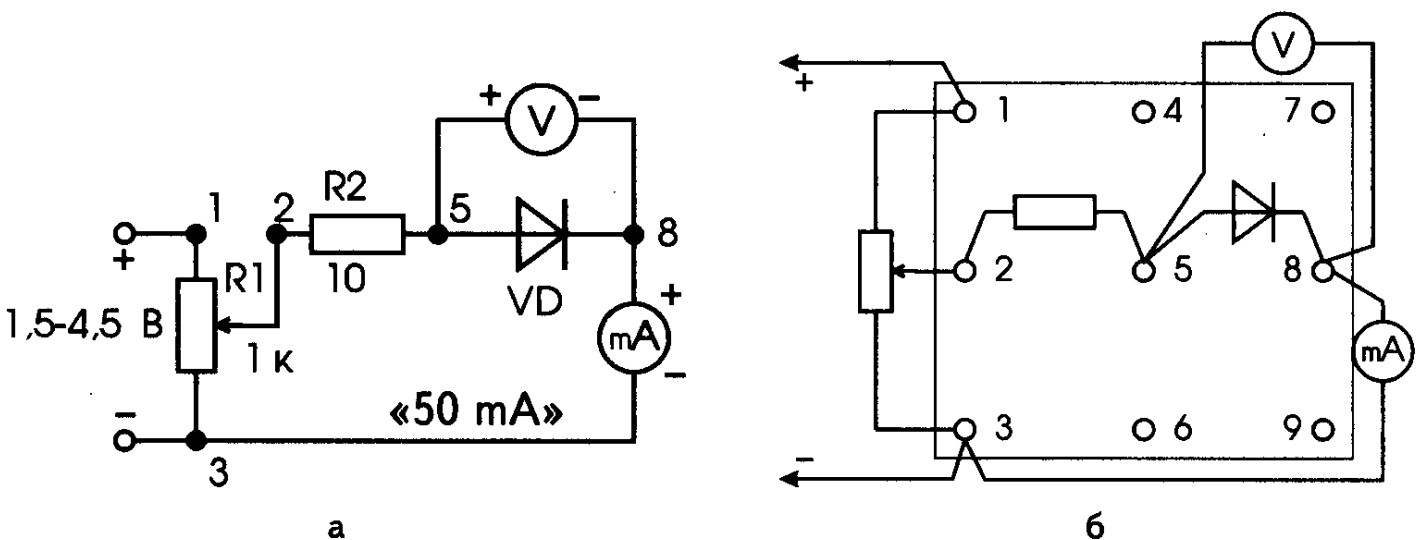
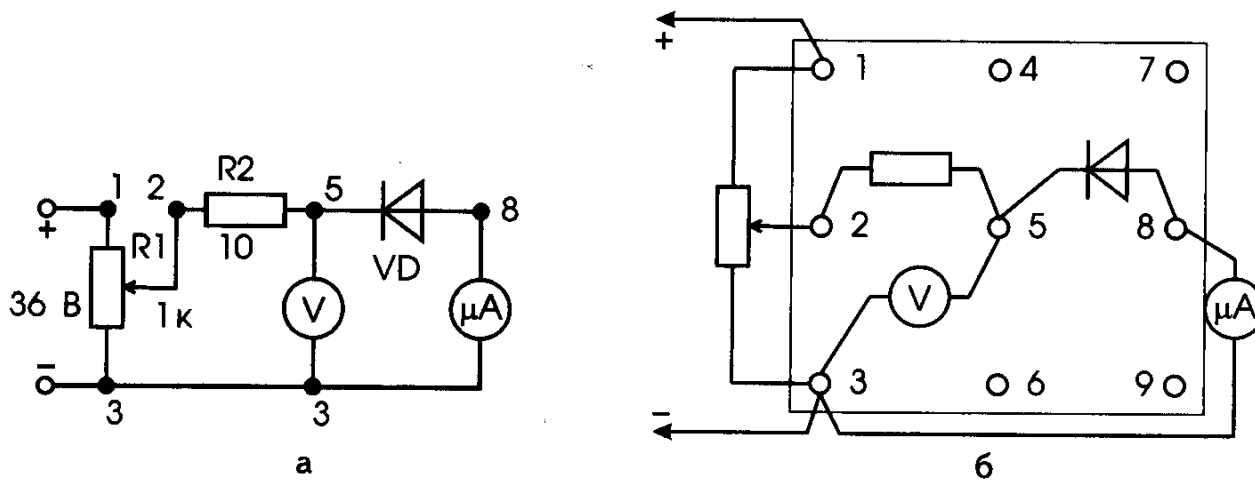

Рис. 4
Рис. 5
1. Соберите электрическую цепь по рис. 4, а и б. В ней переменный резистор R1 служит для плавного регулирования напряжения на диоде, а резистор R2 играет роль ограничителя тока, защищая миллиамперметр от перегрузки.
В электрической цепи, собранной по рис. 4, кремниевый диод замените на германиевый и выполните пункты задания 1.
Соберите установку по рис. 5 и исследуйте зависимость силы обратного тока диодов от приложенного напряжения. Показание приборов занесите в табл. 2. Обратите внимание на то, что сила тока измеряется микроамперметром.
**Примечание.** Схема для исследования зависимости обратного тока диода от напряжения отличается от предыдущей тем, что на потенциометр **R1** подается довольно высокое напряжение (можно использовать сетевой блок питания, например, В-24), и клеммы вольтметра охватывают не только электроды диода, но и последовательно соединенный с ним микроамперметр. Это легко можно объяснить, если вспомнить о сопротивлении вольтметра, которое гораздо меньше обратного сопротивления диода. Если бы мы подключили его к диоду так же, как на рис. 4, микроамперметр показывал бы не столько силу обратного тока диода, сколько силу тока, проходящего через катушку вольтметра. А при таком соединении (рис. 5) весьма малым сопротивлением микроамперметра по сравнению с очень большим сопротивлением диода можно пренебречь. Ограничительный резистор **R2** в этой схеме можно исключить.